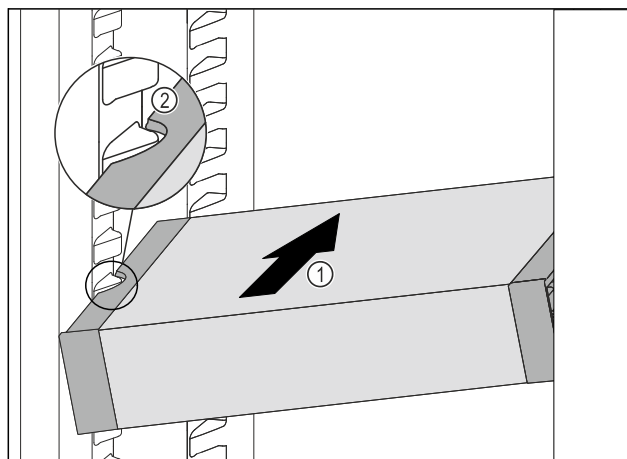

Fig. 109
- ▶ VarioSafe wsunąć ukośnie do chłodziarki Fig. 109 (1), aż boczne wycięcia Fig. 109 (2) VarioSafe będą się znajdować na wysokości żeber pojemnika w chłodziarce.